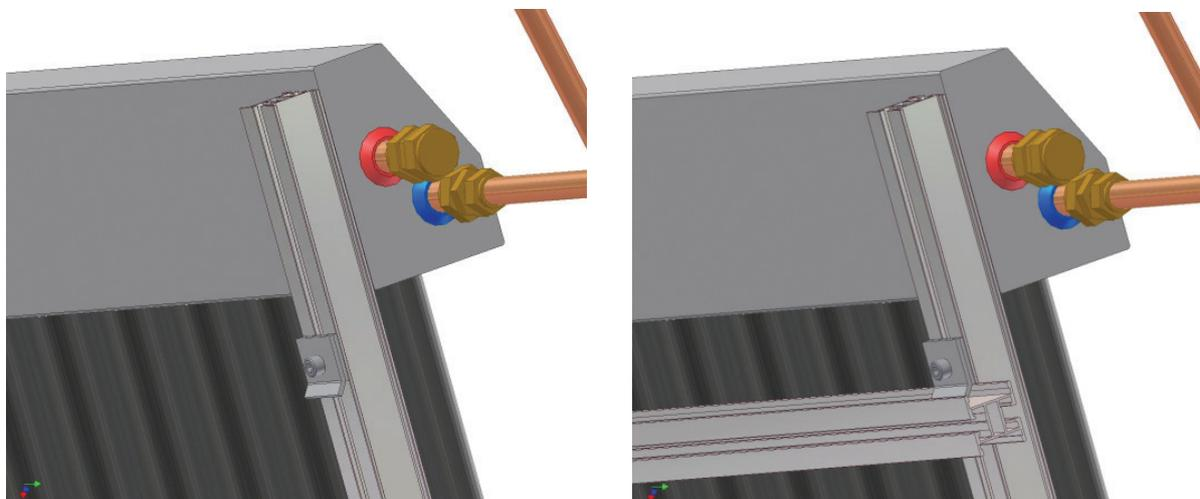

Fig. 11 : Fixation d'un capteur sur un profilé
- Placer le premier capteur sur les profilés en aluminium, le bloquer au profilé supérieur avec les lamelles de fixation placées au dos du capteur (voir fig. 11)